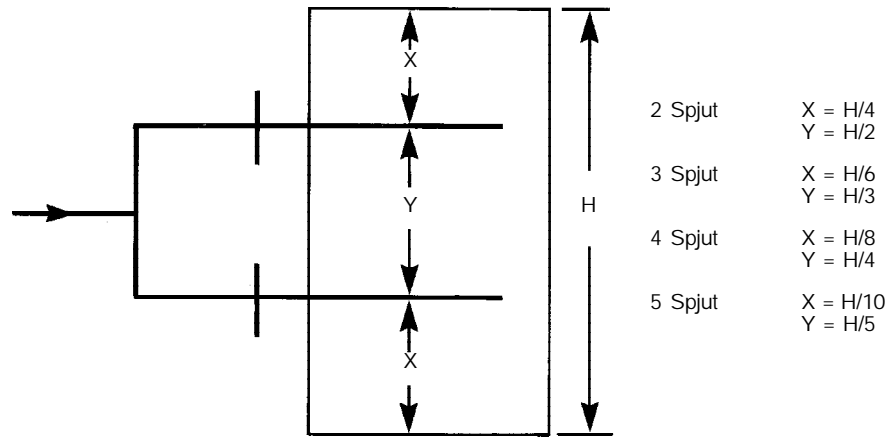

Fig. 3
2.6. I system med fler än ett spjut ska spjuten monteras så att det är en jämn fördelning av ångan mot kanalen, som illustrerat i Fig. 3. Särskild uppmärksamhet bör tänkas på vid placeringen av huvud-ångtillförseln till det anslutande rörverket - se Fig. 5, 11, 12 & 13.
3.3. För att försäkra ytterligare att det inte uppstår några problem vid ångkondensering i kanalen, och för att minsta möjliga absorptionsavstånd, ska spjutet/n placeras efter beskrivningen i Fig. 3.